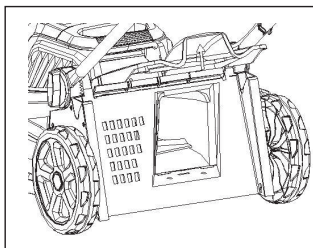

Fig.8A
- Ouvrez le couvercle arrière (Fig. 8A).